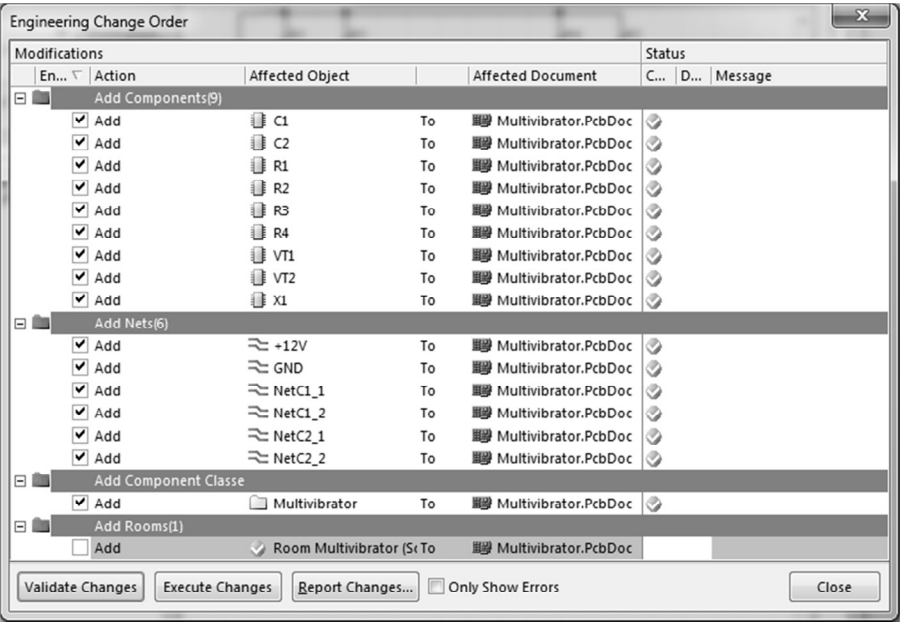

Рис. 4.3. Окно Engineering Change Order
2. Из меню **Design** (Проектирование) выберите **Update PCB Document** (Обновить документ печатной платы) *Multivibrator.PcbDoc*. Осуществляется компиляция проекта и открывается диалоговое окно **Engineering Change Order** (Уведомление о технических изменениях), рис. 4.3.
3. Отключите опцию **Add** в группе **Add Rooms** в окне **Engineering Change Order**, как показано на рис. 4.3. Нажмите кнопку **Validate Changes** (Проверить изменения). Если все изменения корректны, напротив каждого изменения в графе **Status** (Состояние) должен появиться зеленый флажок. Если изменения не прошли проверку, закройте диалоговое окно, просмотрите содержимое панели **Messages** (Сообщения) и устраните ошибки.